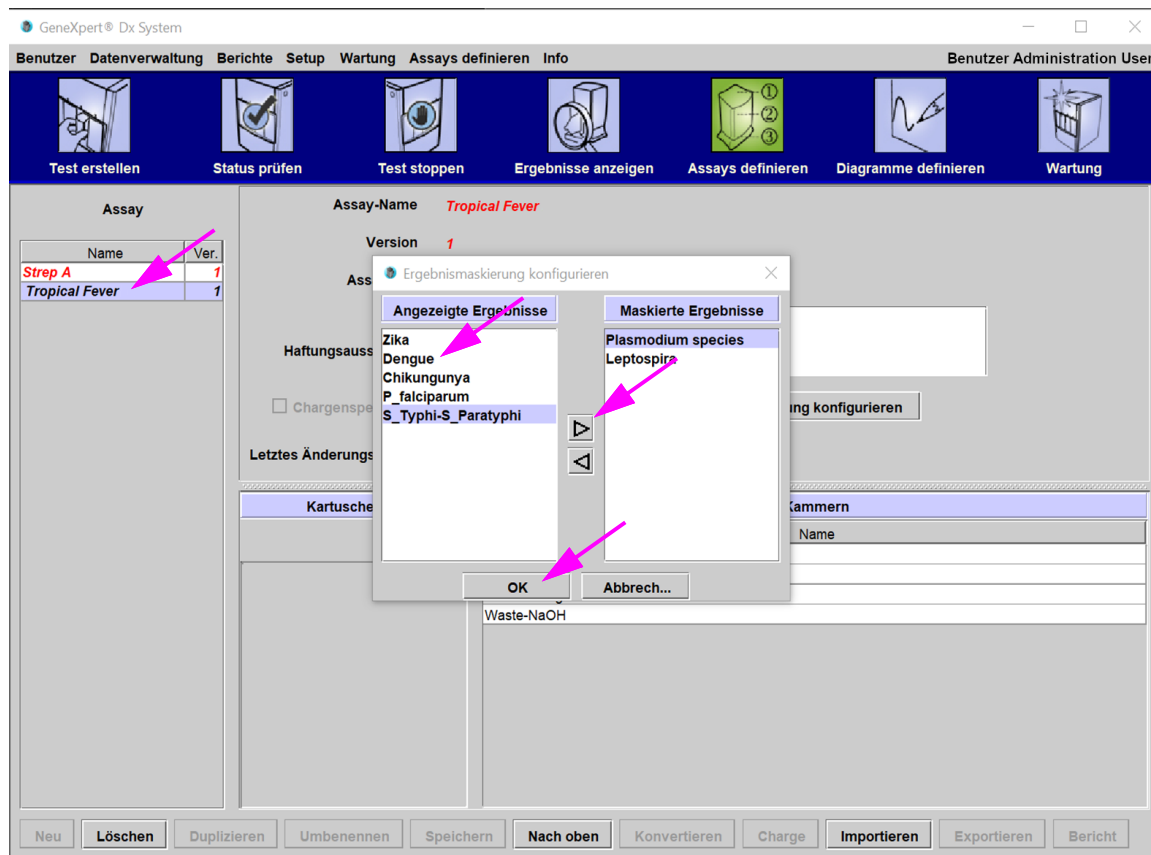

Abbildung 5-28. Bildschirm „Assays definieren“ mit dem Overlay „Ergebnismaskierung konfigurieren“
Der Bildschirm „Assays definieren“ wird angezeigt (siehe Abbildung 5-28).
3. Klicken Sie auf **Ergebnismaskierung konfigurieren** (siehe Abbildung 5-28).
- Das Overlay „Ergebnismaskierung konfigurieren“ wird angezeigt (siehe Abbildung 5-28). Das Overlay „Ergebnismaskierung konfigurieren“ umfasst zwei Spalten: „Angezeigte Ergebnisse“ und „Maskierte Ergebnisse“. Alle Ergebnisse in der Spalte „Angezeigte Ergebnisse“ werden in den endgültigen Testergebnissen angezeigt. Die Ergebnisse in der Spalte der maskierten Ergebnisse werden im endgültigen Testergebnis nicht angezeigt.